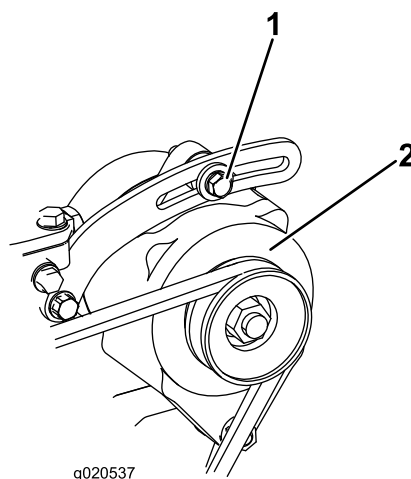

Figura 98
- Se a deslocação obtida não for igual a 10 mm, deve desapertar os parafusos de montagem do alternador (Figura 98).